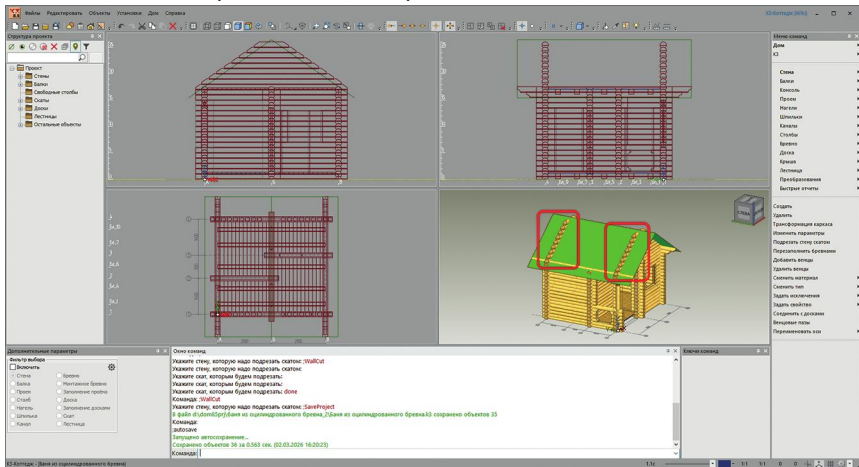

рис. 68
5. Аналогичным образом подрежьте **стену 4**. В результате ваших действий на экране появится изображение, как на рис. 68.